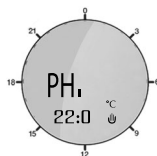

Рисунок 8. Индикация настройки комфортной температуры
Нажмите повторно клавишу меню ☰ (1), чтобы войти в настройку комфортной (максимальной) температуры, на дисплее появится индикация соответствующая рис. 8.